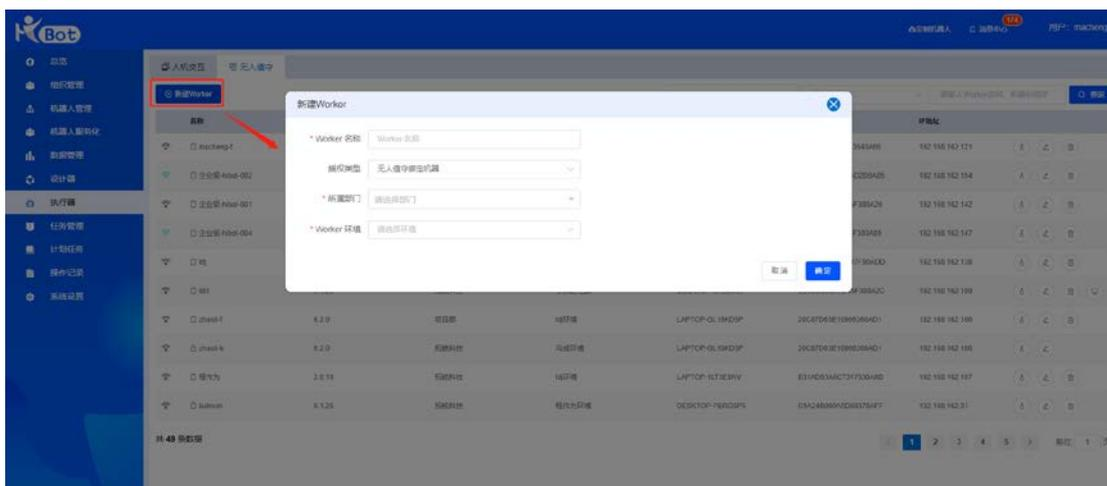

图 53
- **新建 Worker:** 点击“新建 Worker”按钮，新建一个无人值守 Worker——自定义输入新建 Worker 的名称，选择授权类型（无人值守-绑定机器/无人值守-浮动授权），选择所属部门，选择运行环境，如图 53。